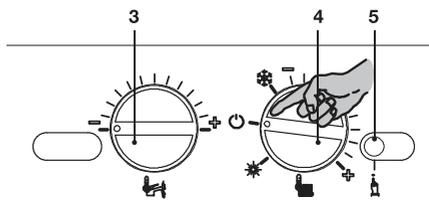
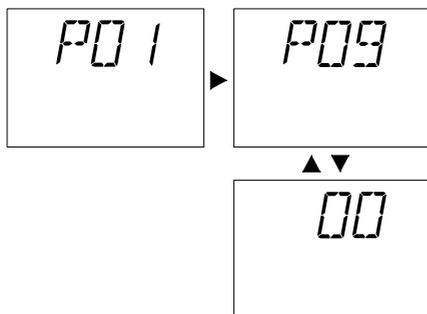

Рисунок 9.8
Рисунок 9.11
- Установив переключатель функций 4 (Рисунок 9.8) в положение «отопление/горячее водоснабжение» при помощи комнатного термостата ненадолго запустите котел в режиме отопления.
- Установите регуляторы панели управления так, как показано на рисунке (см. Рисунок 9.8).
- Чтобы получить доступ к функции «трубочист», войдите в режим программирования, нажав и удерживая в течение 15 с кнопку сброса 5 (Рисунок 9.8) до появления параметра P01.
- Нажмите кнопку сброса 5 (Рисунок 9.8) и пролистайте параметры, пока не дойдете до параметра, предназначенного для настройки функции «трубочист». На ЖК-дисплее последовательно отобразятся следующие символы (параметр P09 будет загораться поочередно с 00) (см. Рисунок 9.11).